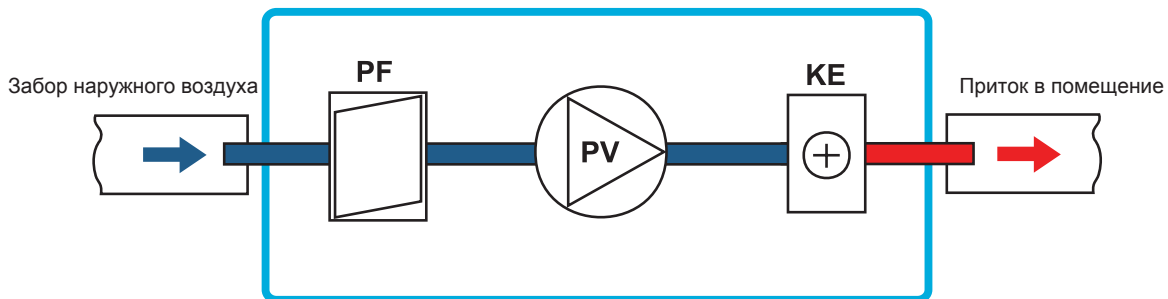

Рис. 1
Приточный вентагрегат состоит из вентилятора (PV), электрического нагревателя (KE) и фильтра (PF) (см. рис. 1).